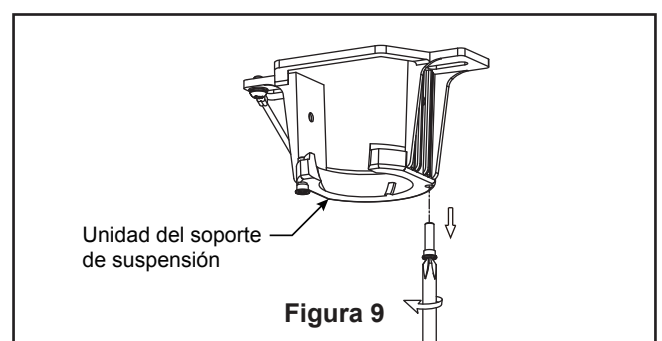

Figura 9
9. Extraiga una de los tornillos de hombro en el soporte del gancho y guarde los tornillos para pasos posteriores. Afloje el segundo tornillo de hombro sin extraiga completamente. (Figura 9)